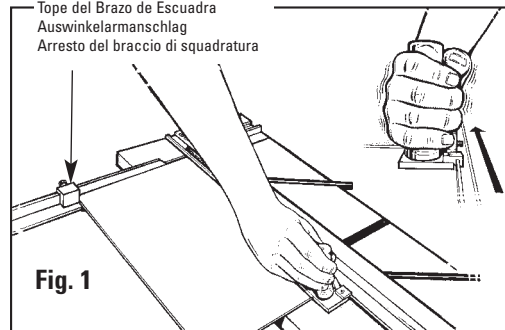

Fig. 1
4. Positionnez la tête de découpe à angle droit contre le rail de guidage au-delà du bout de la feuille à découper. Saisissez la poignée comme illustré sur le croquis et tirez la tête de découpe à angle droit vers vous. Maintenez une pression constante sur la tête de découpe à angle droit et le rail de guidage pendant que vous découpez. **Fig. 1**
4. Haken Sie den geraden Schneidekopf auf der Führungsschiene über das Ende des zuzuschneidenden Kartons hinaus ein. Halten Sie den Griff, wie in der Abbildung gezeigt wird, und ziehen Sie den Geraden Schneidekopf zu sich hin. Üben Sie konstanten Druck auf den Schneidekopf und die Führungsschiene aus, wenn Sie Ihren Schnitt vornehmen. **Abb. 1**
4. Enganche el Cabezal de Corte Recto sobre el Carril Guía más allá del extremo del tablero que se cortará. Agarre la manija según lo mostrado en el cuadro y tire del cabezal de corte recto hacia usted. Mantenga la presión constante hacia abajo sobre el Cabezal de Corte Recto y el Carril Guía conforme usted hace su corte. **Fig. 1**
4. Agganciare la testa per tagli dritti alla rotaia di guida oltre l'estremità del pannello da tagliare. Afferrare l'impugnatura come illustrato nella figura e tirare verso di sé la testa per tagli dritti. Esercitare una costante pressione sulla testa per tagli dritti e sulla rotaia di guida mentre si esegue il taglio. **Fig. 1**